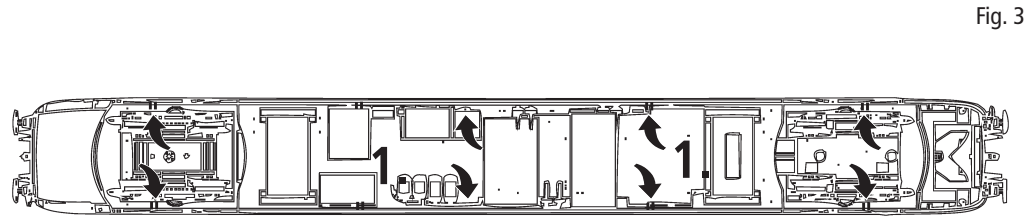

Fig. 3
Mehrzugbetrieb: Zuerst Lokgehäuse abnehmen (Fig. 3). Danach den Brückenstecker aus der Schnittstelle entfernen (diesen sorgsam aufbewahren). Danach den Stecker des Steuerbausteins lagerichtig einsetzen (siehe Fig. 4).
2. Schmierung: Versehen Sie die im Schmierplan in Fig. 5 gekennzeichneten Stellen mit nur **kleinen Öltropfen**. Dazu zuerst das Lokgehäuse abnehmen (Fig. 3). Wir empfehlen den ROCO **Öler Art.-Nr. 10906**. Fürs Schmieren der Getriebeteile (Zahnräder, Schnecke) empfehlen wir das **ROCO-Spezialfett Art.-Nr. 10905**. Im Falle der Schmierung diese Teile **nicht ölen**.
2. Lubrication: Apply **tiny oil drops** to spots marked in fig. 5. Prior to lubrication dismantle locomotive (fig. 3). We recommend using item no. **10906, Roco oiler**. For lubrication the gearparts (e.g. cogwheels, worm) we should recommend our Roco **special grease** (item no. **10905**).
2. Graissage: N'appliquez **qu'une toute petite goutte** aux endroits indiqués par le plan de graissage (fig. 5) après avoir démonté la caisse de la locomotive (fig. 3). Nous vous recommandons **le graisseur à huile Roco réf. 10906**. Pour graisser les engrenages (roues dentées, vis sans fin) nous vous conseillons la **graisse spéciale Roco réf. 10905** pour engrenages en matières synthétiques. Lorsque vous utilisez cette graisse il faut éviter d'huiler ces composants.
voir } Fig.3